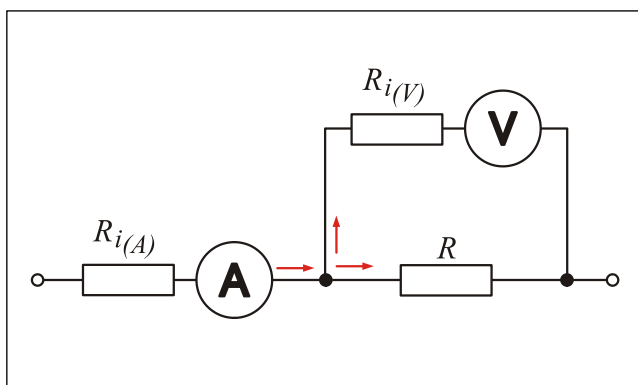

Bild 4a: Spannungsrichtige Schaltung
- Ein Widerstand von $R=1 \text{ k}\Omega$ wurde (*entsprechend Bild 4a und 4b*) mit Strom- und Spannungsmessung in spannungsrichtiger bzw. stromrichtiger Schaltung ermittelt.